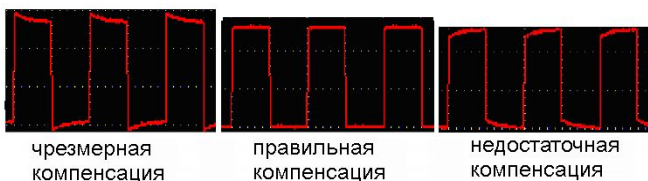
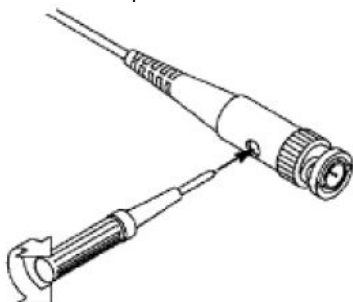

Рисунок 3.6. Варианты осциллограммы при компенсации щупа
Рисунок 3.7. Регулировка щупа
2. Оцените форму полученной осциллограммы и отрегулируйте щуп, пока не будет достигнута правильная компенсация (см. рисунок 3.6 и рисунок 3.7).